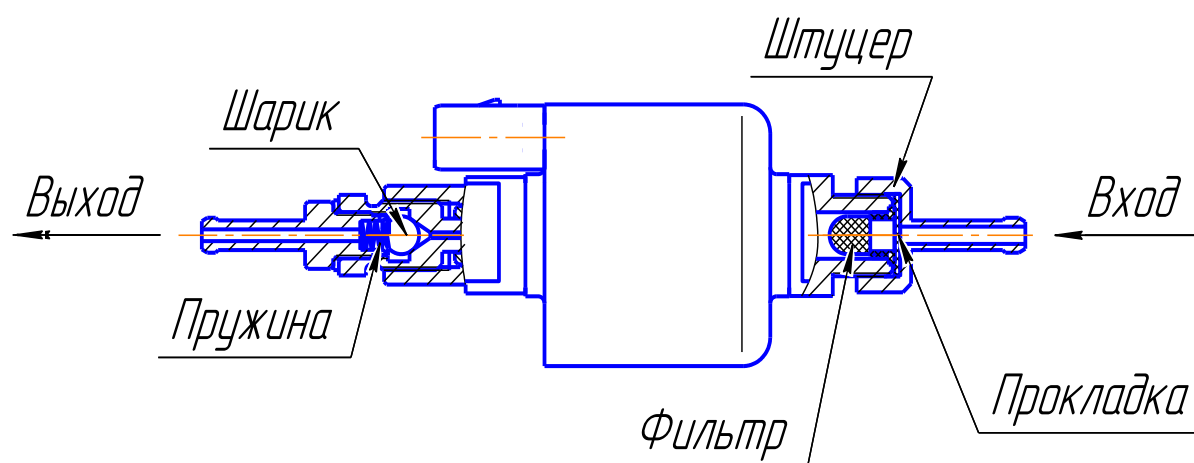

Рис. 12 -Топливный насос
5.9.1 Топливный насос (рис. 12) служит для дозированной подачи топлива в камеру сгорания. За весь период производства отопители комплектовались 4 типами топливных насосов: ТН10; ТН7; ТН8; «Thomas magnete».
- убедиться, что фильтр топливного насоса чистый. Для этого необходимо частично разобрать насос, выкрутить штуцер (рис.12) и осмотреть фильтр. Если фильтр загрязнен, то промыть его бензином и продуть воздухом;
- проверить герметичность соединения между корпусом топливного насоса и входным штуцером (см. рис.12). Проверку производить воздухом давлением не более 1кгс/см^2 . Давление подводить со стороны входа при этом выходной штуцер заглушить. Если соединение негерметично необходимо заменить прокладку в штуцере (см. рис 12).